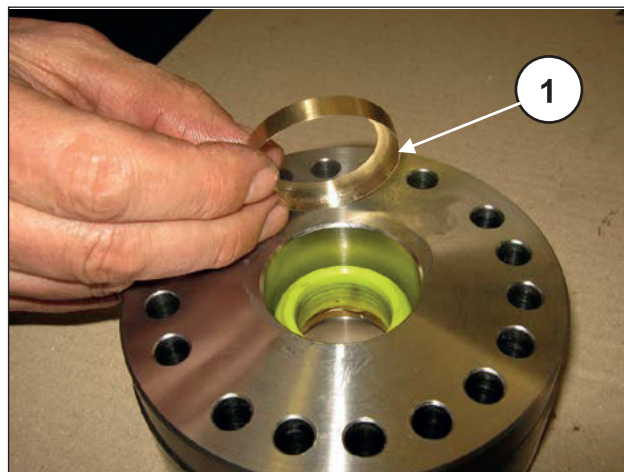

Рис. 201
Установите упорное кольцо и втулку уплотнений (поз. ① и ②, Рис. 201 - Рис. 202 и Рис. 203).